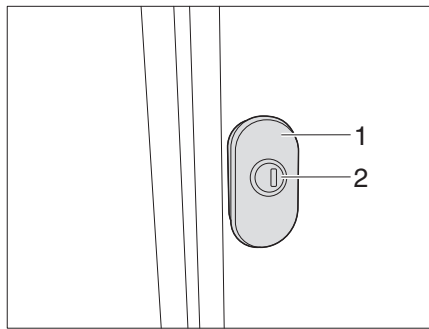
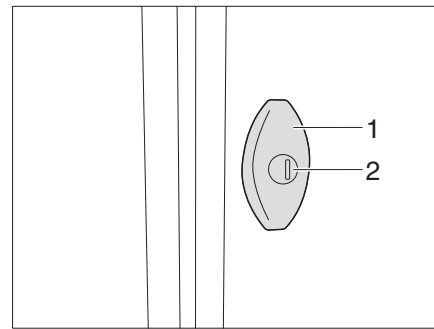

Bild 51 Vridspännlås (variant 1)
Bild 52 Vridspännlås (variant 2)
- Stick in nyckeln i låscylindern (Bild 51/Bild 52,1) och vrid ett kvarts varv. Lucklåset är upplåst.
- Dra i vridspännlåset (Bild 51/Bild 52,2) och vrid i 180° moturs. Den utvändiga luckan är öppen.